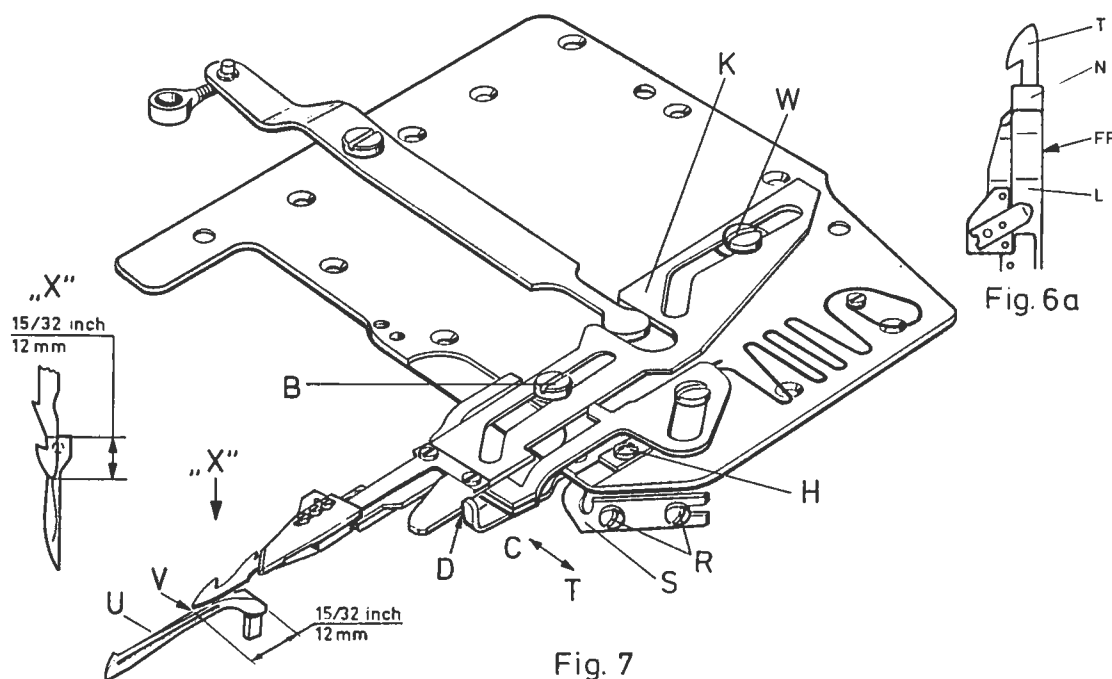
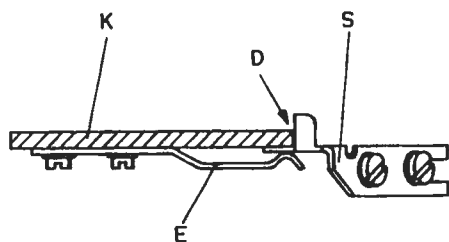
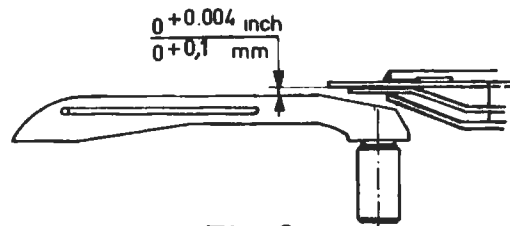

Fig. 7
Fig. 8
Fig. 9
- 6.1 Loosen screws (R, Fig. 7) and move guide (S) in direction of arrow to "T".
- 6.3 The lower knife tip and edge of looper (U, Fig. 7) coincide point (V, Fig. 7) when swinging lower knife to the left.
To obtain this setting loosen screw (W, Fig. 7) and rotate lower knife holder (K) around screw (B) until the lower knife tip is set correctly at point "V". Retighten screw (W).
- 6.1 Lösen Sie die Schrauben (R, Fig. 7) und schieben Sie die Seitenführung (S) in Pfeilrichtung nach "T".
- 6.3 Die Untermesserspitze und die Greiferkante (U, Fig. 7) decken sich während des Einschwenkens des Untermessers im Punkt (V, Fig. 7).
Zur Einstellung löst man die Schraube (W, Fig. 7) und dreht den Untermesserträger (K) um die Schraube (B) bis die Untermesserspitze in der richtigen Stellung bei "V" steht. Ziehen Sie die Schraube (W) wieder an.
- 6.4 Swing KLIPP-11 until the lower knife tip reaches point (V, Fig. 7). Now move guide (S, Fig. 7) in direction of arrow to "C" until it contacts the lower knife holder (K) at point "D" without deflecting it.
The height of the lower knife above looper blade (Fig. 9) can be adjusted simultaneously by lowering or raising guide (S, Fig. 8), as the guide (S, Fig. 8) is positioned between lower knife holder (K, Fig. 8) and spring (E, Fig. 8). Retighten screws (R, Fig. 7).
Note: Every time the screw (W, Fig. 7) is loosened for adjusting the lower knife tip, it is necessary to readjust the guide (S, Fig. 7).
- 6.4 Schwenken Sie den KLIPPAB ein bis die Untermesserspitze im Punkt (V, Fig. 7) steht. Jetzt schieben Sie die Seitenführung (S, Fig. 7) in Pfeilrichtung nach "C" bis sie im Punkt "D" am Untermesserträger (K), ohne zu drücken, anliegt.
Gleichzeitig wird mit der Seitenführung (S, Fig. 8), durch Verschieben nach oben oder unten, die Höhe des Untermessers über dem Greiferrücken eingestellt (Fig. 9), da die Seitenführung (S, Fig. 8) zwischen Untermesserträger (K, Fig. 8) und Feder (E, Fig. 8) liegt. Ziehen Sie die Schrauben (R, Fig. 7) wieder an.
Beachten Sie: Nach jedem Lösen der Schraube (W, Fig. 7) zum Einstellen der Untermesserspitze, muß die Seitenführung (S, Fig. 7) neu eingestellt werden.